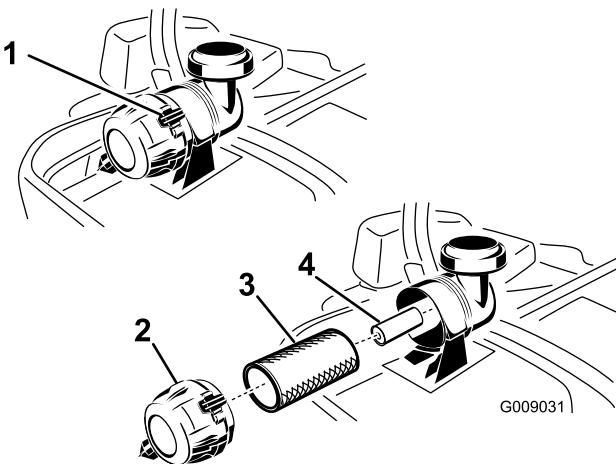

Figure 36
3. Appuyez sur les attaches du filtre à air pour les ouvrir et détachez le couvercle du corps du filtre à air (Figure 36).
5. Sortez l'élément principal du corps du filtre avec précaution (Figure 36). Évitez de cogner l'élément à l'intérieur du corps.
1. Ne nettoyez pas l'élément en papier ; remplacez-le (Figure 36).
2. Si vous remplacez l'élément secondaire, insérez-le avec précaution dans le corps du filtre (Figure 36).
3. Placez ensuite l'élément principal sur l'élément secondaire avec le même soin (Figure 36). Assurez-vous qu'il est bien engagé en appuyant sur le rebord extérieur.
4. Montez le couvercle, reniflard en bas, et tournez-le pour que les attaches verrouillent le couvercle en place (Figure 36).